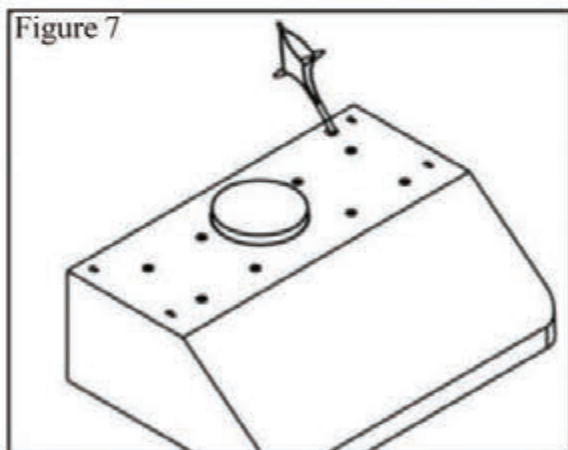

Figure 7
4. Connectez la hotte à une prise de courant désignée standard (120-Volt, 60Hz, AC seulement) ou coupez la prise et connectez les trois fils (noir, blanc et vert) pour abriter les fils et marettes avec les connecteurs de fils. Connectez selon les couleurs (c.-à-d. noir à noir, blanc à blanc et vert à vert) comme montrées dans la Figure 7.